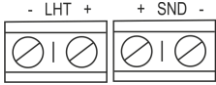

Рисунок 2
- д) подключить клеммы оповещателя (рисунок 2) к источнику питания в соответствии с выбранной схемой подключения;